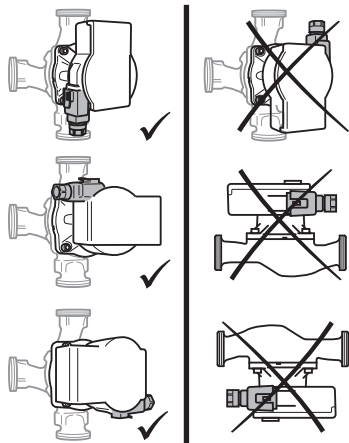

Fig. 2: Θέσεις τοποθέτησης
- Επιλέξτε το μέρος εγκατάστασης σύμφωνα με την επιτρεπτή θέση τοποθέτησης (Fig. 2).
- Λάβετε υπόψη την επιτρεπόμενη θέση εγκατάστασης (Fig. 2) της αντλίας και, αν χρειάζεται, γυρίστε την κεφαλή κινητήρα (2+6).